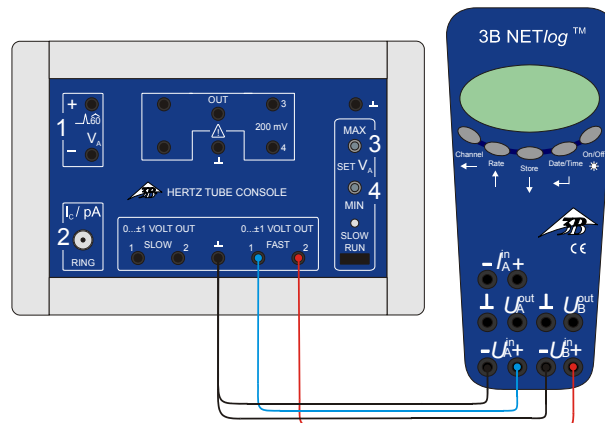

Fig. 2 Collegamento del 3B NETlog™ al dispositivo di comando per tubi per potenziale critico
- Collegare l'uscita Fast1 dell'unità di comando all'ingresso A e l'uscita Fast2 all'ingresso B di 3B NETlog™. (Vedere Fig. 2)